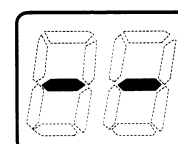

fig. 2
STEP 2: Verificare che tutti i comandi remoti siano accesi e mostrino la temperatura quando accesi. Se qualche comando remoto mostra "due trattini" (vedere fig.2), ripetere la procedura dallo STEP 1.